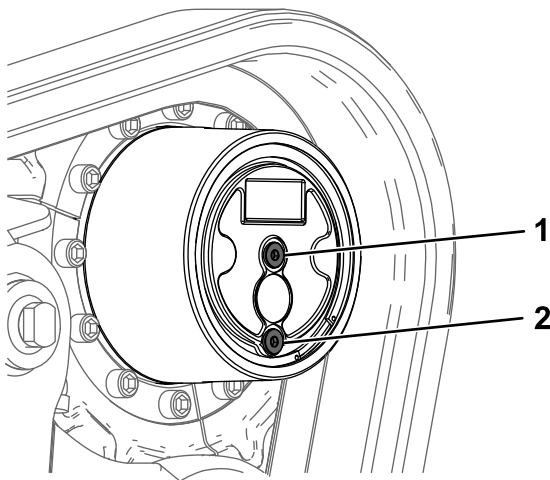

Figure 67
2. Garez la machine sur une surface plane et horizontale en plaçant le bouchon de vidange à la position 6 heures (Figure 67), serrez le frein de stationnement et abaissez les bras de la chargeuse.
5. Enlevez le bouchon de contrôle et le bouchon de vidange, et vidangez l'huile pour engrenages (Figure 67).
6. Remettez le bouchon de vidange en place (Figure 67).